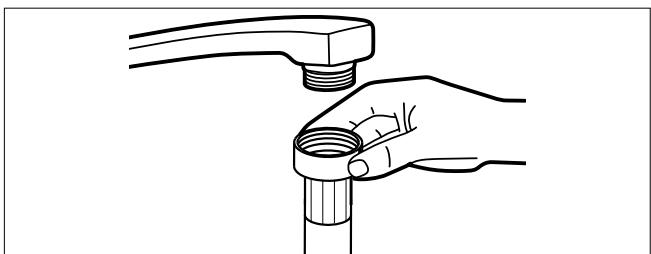

Abb. 9 – Wasserschlauch anschließen
- Schließen Sie den Wasserzulaufschlauch (22) an einen Kaltwasserhahn mit 3/4" Gewinde an (siehe Abb. 9).